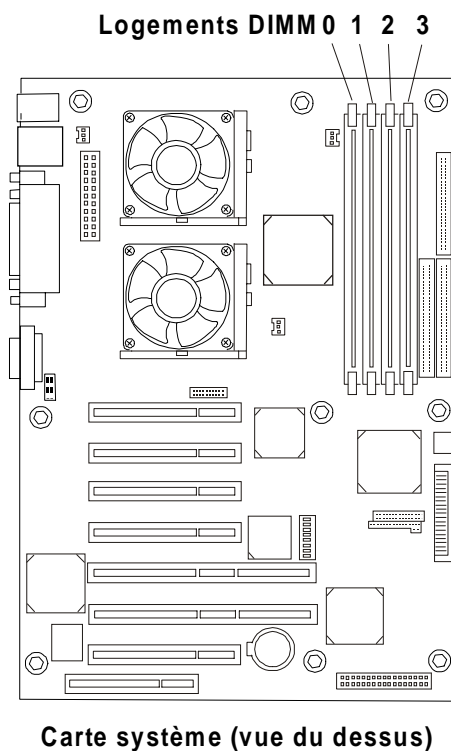

Figure 4-2. Emplacements des logements DIMM sur la carte système
6. Repérez l'emplacement des logements DIMM. Reportez-vous à la figure 4-2.